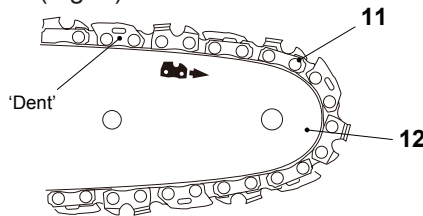

Fig. 2
3. Extienda la cadena de sierra (11) con los bordes de corte de la cadena apuntando en la dirección de rotación. Deslice la cadena de sierra (11) por la ranura que rodea la barra guía (12). Asegúrese de que la cadena de sierra (11) esté instalada en la dirección correcta de rotación (Fig. 2).